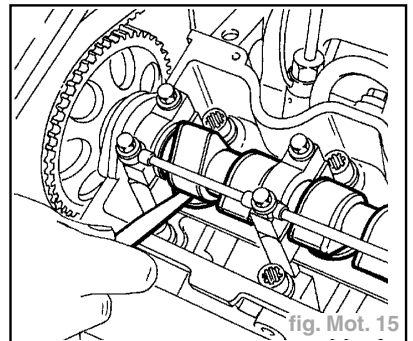

fig. Mot. 15
- Moteur froid, vérifier à l'aide d'une jauge d'épaisseur que le jeu entre le rayon abaissé de la came et son poussoir soit conforme aux valeurs préconisées (fig. Mot. 15) :